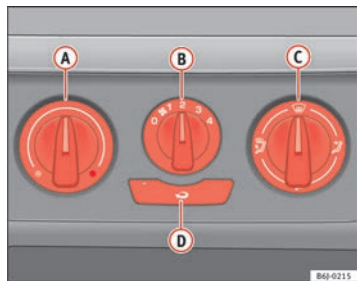

Fig. 88 Mandos de la calefacción en el tablero de instrumentos
- Con los reguladores **A** y **C** y con el mando **B** ⇒ fig. 88 se regula la temperatura, la distribución del aire y la velocidad de la turbina.